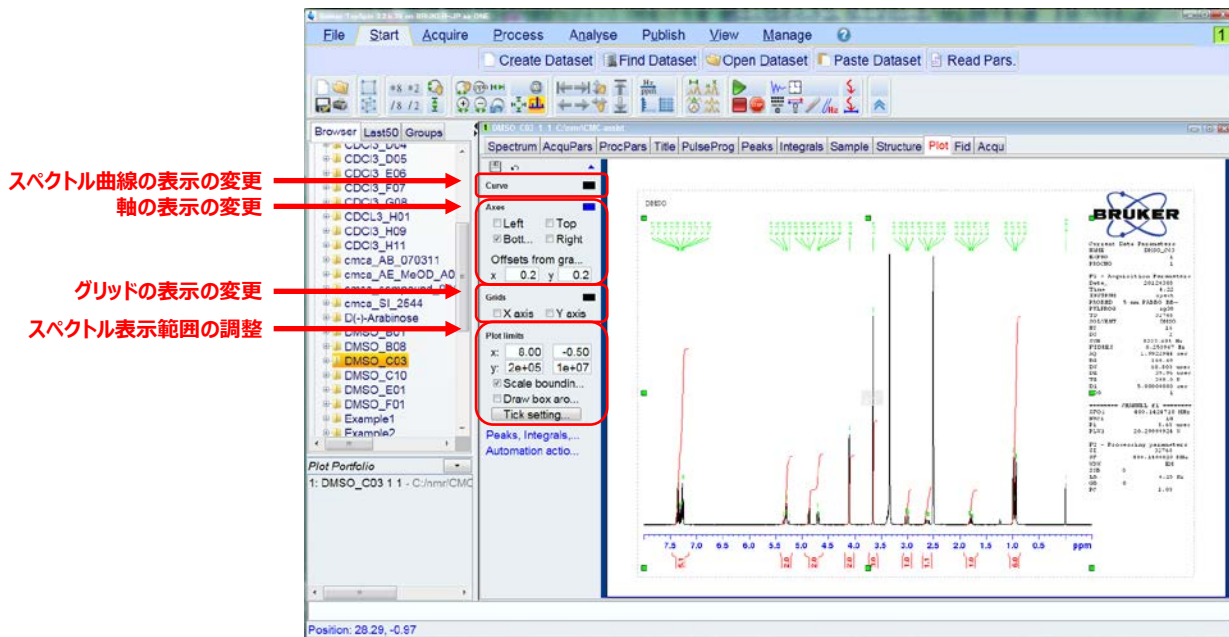

図 83. **Axes, Grids, Curve...** サブメニューでの Plot editor の画面。
**Axes, Grids, Curve...** のサブメニューを選択するとスペクトル曲線の色や太さの変更、縦軸・横軸の表示の変更、グリッドの有無の変更、スペクトルの表示範囲の微調整などが行えます(図 83)。